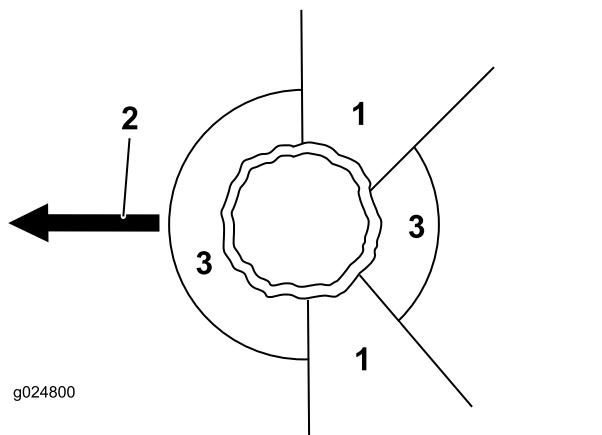

Figura 15
- Determine um percurso de retirada aberto, seguro, afastado da área de perigo; consulte a Figura 15.